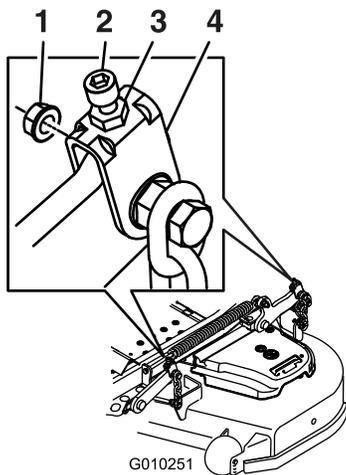

**Figura 86**
9. En ambos lados de la carcasa, mida desde la superficie nivelada hasta la punta delantera de la cuchilla (Posición A). La distancia debe ser de 7.6 cm (3"); consulte Figura 86.
15. En ambos lados de la carcasa, mida desde la superficie nivelada hasta la punta trasera de la cuchilla (Posición B). La distancia debe ser de 8.3 cm (3¼"); consulte Figura 86.